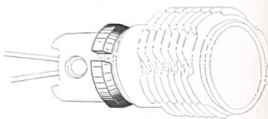

Fig. 1.25.—Utilización del anillo 3002-T, para la introducción de segmentos del pistón en el cilindro.
b) Colocar sobre el pistón un anillo de entrada de segmentos (anillo 3002 - T) (fig. 1.25).